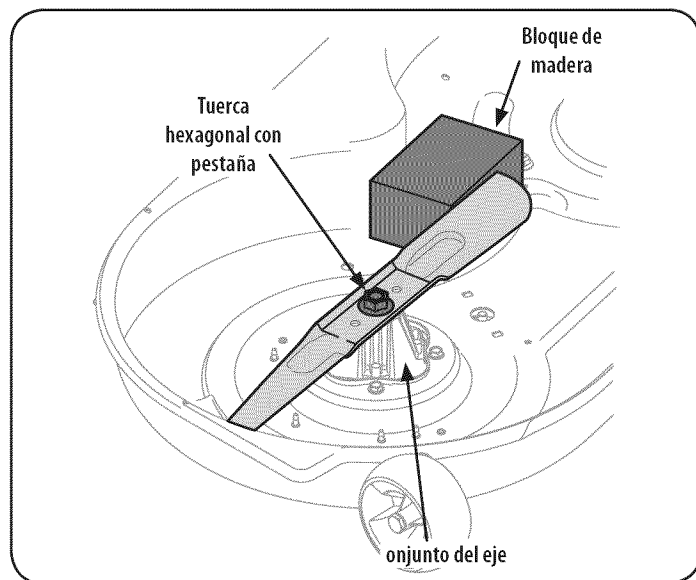

Figura 38
2. Use una "llave de 15/16 para sostener la tuerca hexagonal en la parte superior del conjunto del husillo cuando afloje la tuerca hexagonal que fija la cuchilla. Un bloque de madera puede ser colocado entre el alojamiento de la plataforma y el filo de la cuchilla para ayudar a aflojar la tuerca hexagonal que fija la cuchilla. Ver Figura 38.